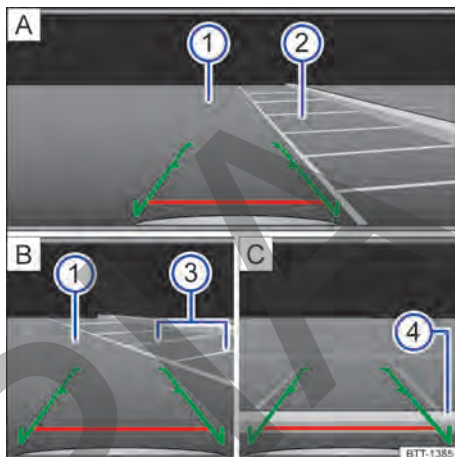

Fig. 98 Visualización del display del sistema de radio: estacionar con la cámara de marcha atrás.
Leyenda para → fig. 98:
- Colocar el vehículo delante de la plaza de estacionamiento → fig. 98 ② A.
- Conducir hacia atrás lentamente y maniobrar de modo que las guías verdes laterales conduzcan entre las líneas de delimitación de la plaza de estacionamiento seleccionado ② A. ▶
- Alinear el vehículo en la plaza de estacionamiento seleccionada de modo que las guías verdes laterales queden sobre las líneas de límite lateral ③ [B].
- Detener el vehículo cuando la línea roja alcance el límite trasero ④ [C].